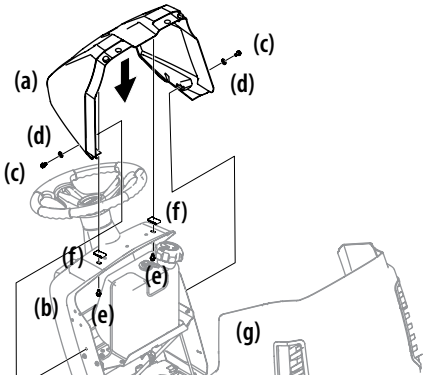

Figura 2-8
1. Si la cubierta del tablero (a) se envía suelto, el hardware para la fijación de la cubierta guión (a) se envía instalado en la cubierta guión (a) y el guión (b). Retire los dos tornillos (C) y las arandelas (D) del guión (g) y dos tornillos (e) y (f) los clips de la cubierta del guión (b). Vea la Figura 2-8.
2. Montar la cubierta del tablero (a) y alinee los orificios de montaje. Utilizando los tornillos (C / E), arandelas (d) y los clips (f) instalar la cubierta guión (a) y ajustado los tornillos (c) de modo que la cubierta guión (a) se puede ajustar. Vea la Figura 2-8.
espacio uniforme entre la campana (g) y la cubierta guión (a). Vea la Figura 2-8.
4. Levante el capó (g) y apretar los tornillos (c/e) que sujetan la cubierta del tablero (a) en el tablero (b). Vea la Figura 2-8.